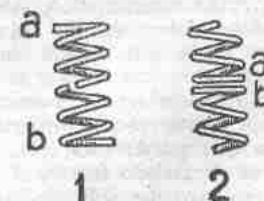

Fig. 113. — Reparación provisional de un muelle de válvula roto.
5.a Resortes de las válvulas.—(41). Pueden estar sin fuerza o rotos (B, figura 109); en ambos casos la válvula cierra con poca fuerza, de modo inseguro, y probablemente con retraso respecto a la leva (a la que no sigue por falta de fuerza en el muelle). Si están rotos (fig. 113) y no se tiene recambio a